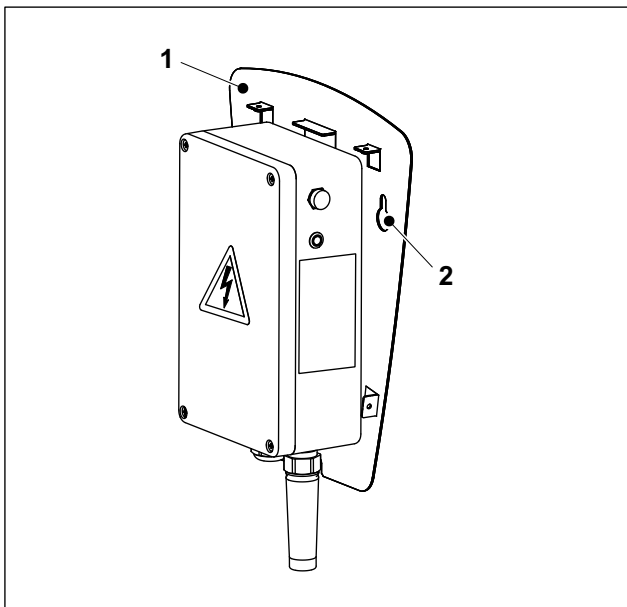
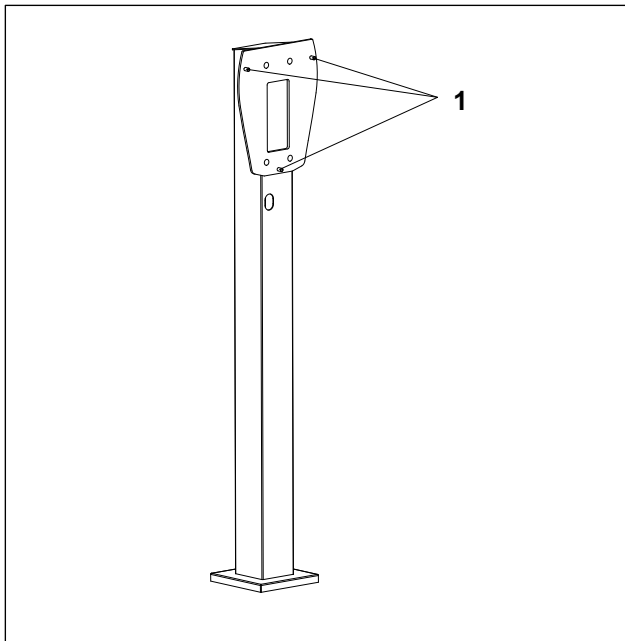

Abb. 2 Heidelberg Wallbox Home Eco, Anschraubplatte
Abb. 3 Stele mit drei Anschraubpunkten
4. Anschraubplatte (Abb. 2/1) der Wallbox in die zwei Befestigungsschrauben einhängen (Langlöcher Abb. 2/2).
1. Anschlagplatte der Wallbox (Abb. 2/1) in die drei Stehbolzen der Stele (Abb. 3/1) einhängen.
2. Die drei Muttern (Beipack Stele) auf die Stehbolzen (Abb. 3/1) aufschrauben und festziehen (ca. 12 Nm).